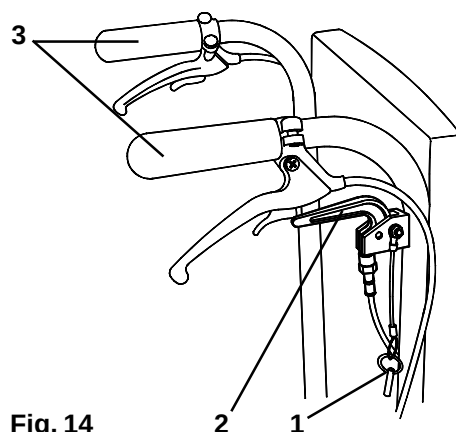
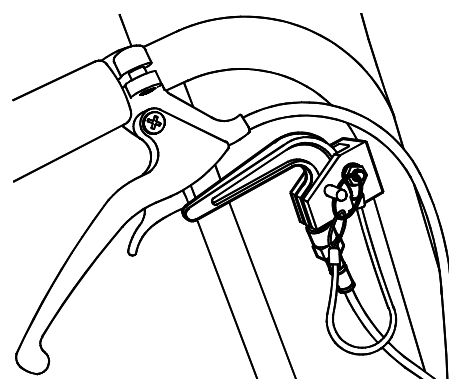

Fig. 14
Fig. 14A
Le mécanisme d'inclinaison fonctionne (Fig. 14) en retirant la broche de sécurité (1) et en appuyant sur le levier de fonctionnement (2). Pendant que vous tenez les deux poignées (3), inclinez le siège/dossier jusqu'à l'angle désiré. Lorsque celui-ci est atteint, relâchez le levier de fonctionnement et remplacez la broche de sécurité comme l'illustre le Fig. 14A.